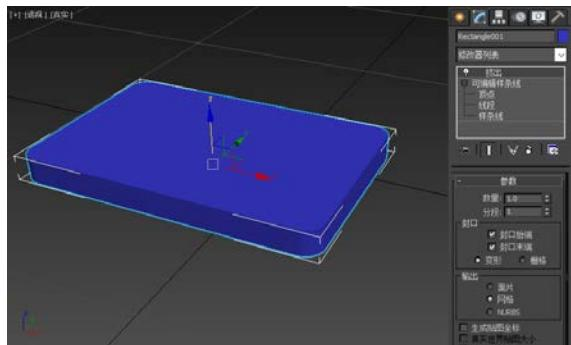

图 3-2-4 挤出 (1)
**STEP 04** 退出子对象选择，给模型添加【挤出】修改器，设置【数量】为【1.0】，如图 3-2-4 所示。